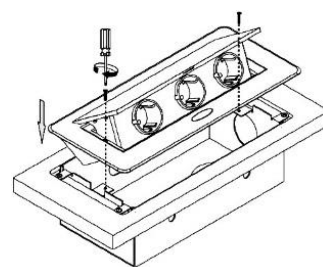

Рис. 8
- Установите блок розеток в защитный кожух (возможно только при закрытой выдвижной панели с розетками) и зафиксируйте его винтами (рис. 8).